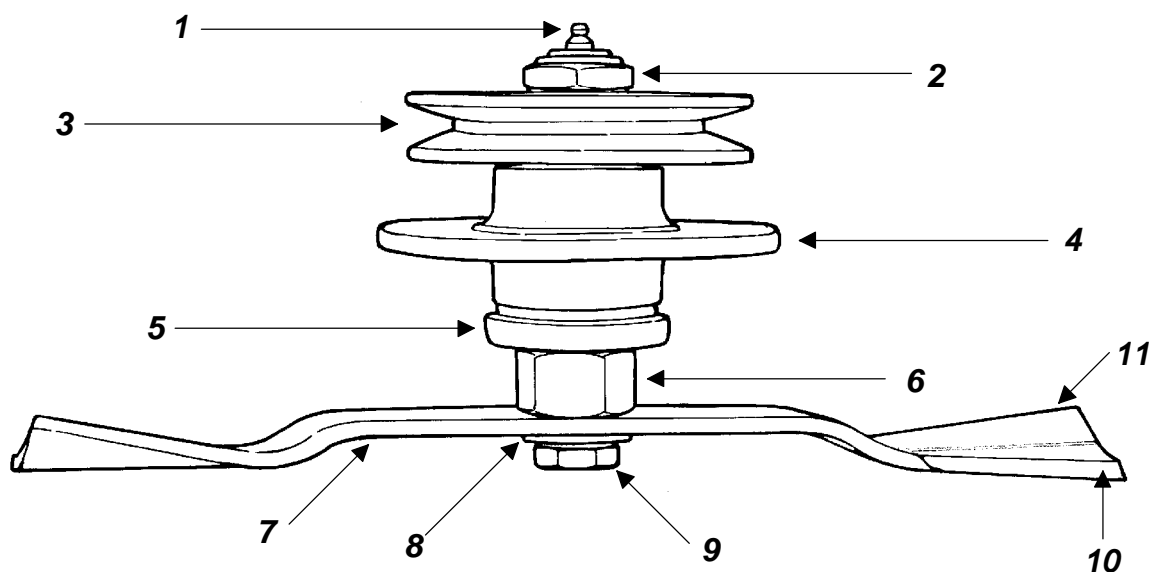

Fig. 9
1. osservare il senso di rotazione dei coltelli che devono ruotare in senso antiorario per un operatore posto di fronte alla parte inferiore del telaio. I coltelli devono essere posizionati con il tagliente dalla parte del senso di rotazione, mentre l'aletta opposta al tagliente è rivolta verso il telaio (**vedi fig. 9**).
2. Infilare la molla a tazza (**vedi fig. 9**) nell'apposito bullone e dopo aver montato il coltello come descritto al punto precedente, avvitare il bullone nell'apposita sede sull'albero.